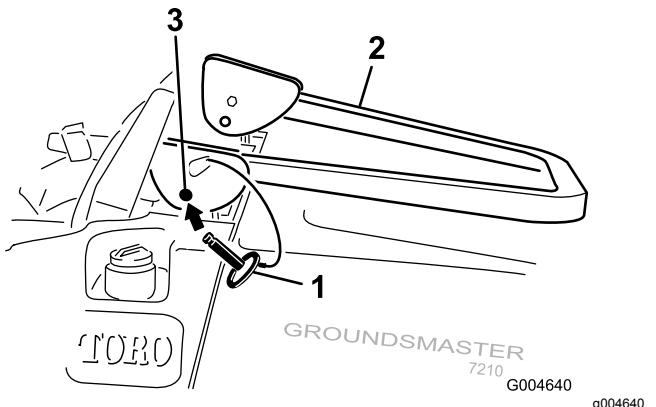

Figure 12
2. Faites pivoter l'arceau de sécurité à la position abaissée (**Figure 12**).